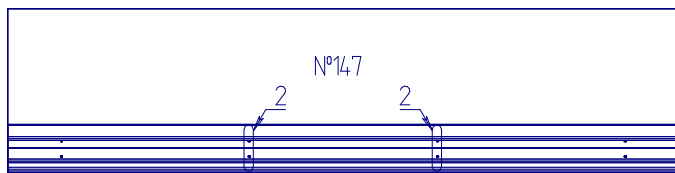

Рис.2
2. Через отверстия 2 на треке, шилом наколоть отверстия на детали №147 (рис.2).